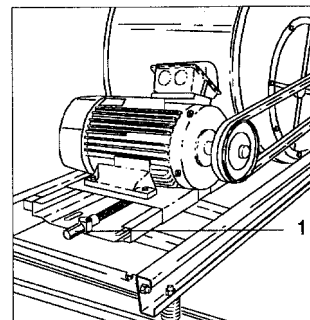

Рис.12
Для регулировки натяжения ремня (Рис.12) используется резьбовой болт (1), который держит кронштейн двигателя. Ремень натягивается или ослабляется соответствующим вращением болта вправо или влево.